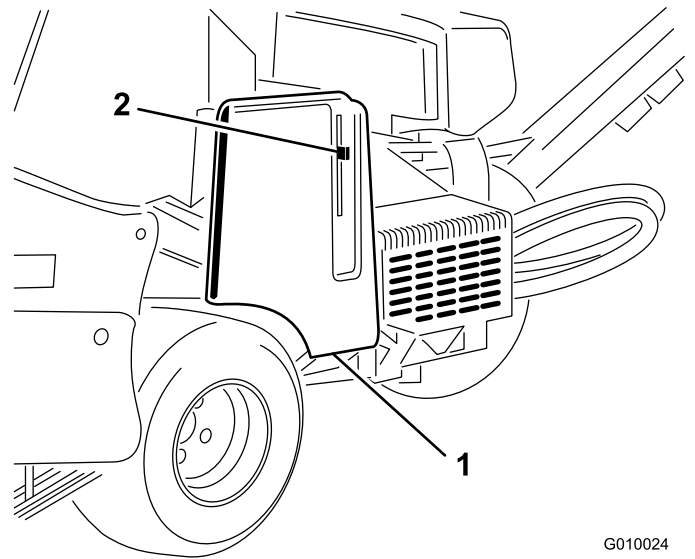
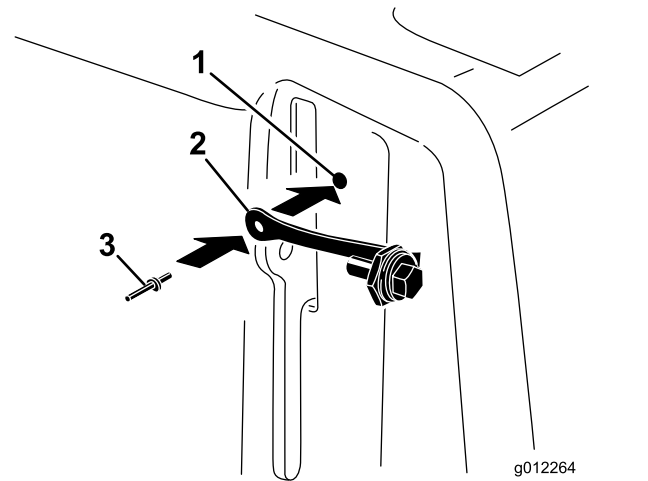

Figure 8
Figure 9
2. Fixez la sangle dans le trou du couvercle de courroie avec un rivet aveugle (Figure 9).
1. Trouvez le trou dans le couvercle de courroie, près du levier de verrouillage (Figure 8 et Figure 9).